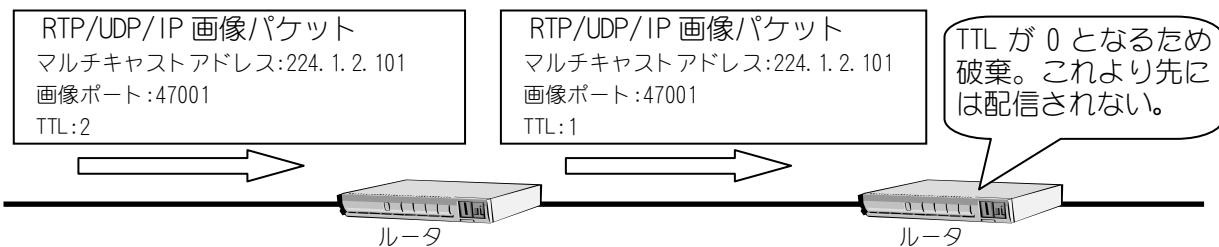

図 9-7 TTLについて
- (1) TTL (Time To Live) とはパケットの有効期間を示す値で、図 9-7に示す様にルータ等を経由するたびに値が 1 減算され、TTL 値が 0 になった時点で、ルータ等がパケットを破棄します。
- (2) カメラに設定される TTL 値は、RTP/UDP/IP プロトコルによる画像パケットにのみ適用されます。制御/パケット、TCP/IP プロトコルの画像パケットには適用されません。
- (3) ルータを使用してカメラ画像配信を行う場合は、経由するルータの段数に注意して TTL 値を設定してください。